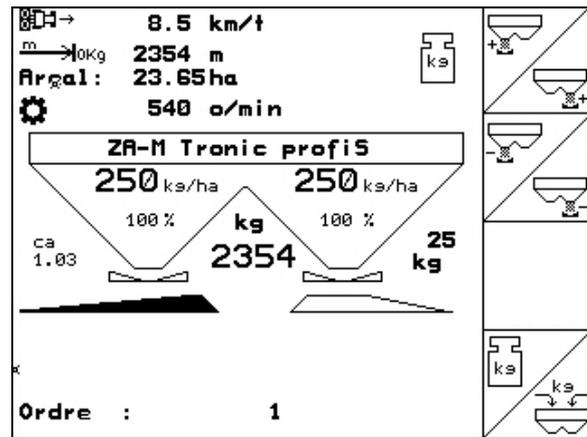

Fig. 38
- Visningen (Fig. 38/1,2,3) slukker.
- Spredningen fortsetter med den viste kalibreringsfaktoren (Fig. 38/1).